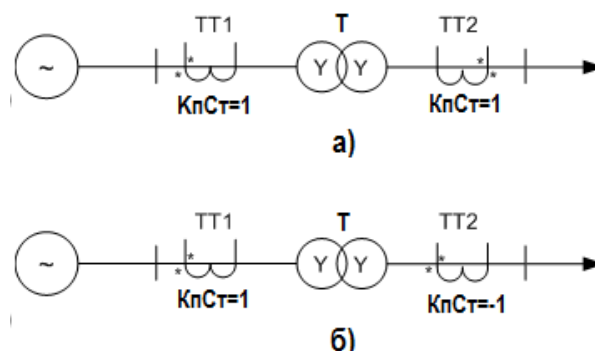

Рисунок 2.1 – Поясняющая схема включения трансформаторов тока: (а) противофазное включение ТТ (б) синфазное включение ТТ
2.2.3.2 Коэффициент коррекции полярности ( $k_{П,n}$ ) предназначен для учета различных схем сборки «звезды» трансформаторов тока по плечам дифференциальной токовой защиты трансформатора для правильного выравнивания токов. Если обмотки ТТ соединены противофазно, то коэффициент принимается равным 1, иначе (при синфазном подключении), коэффициент принимается равным -1 (см. рис. 2.1).